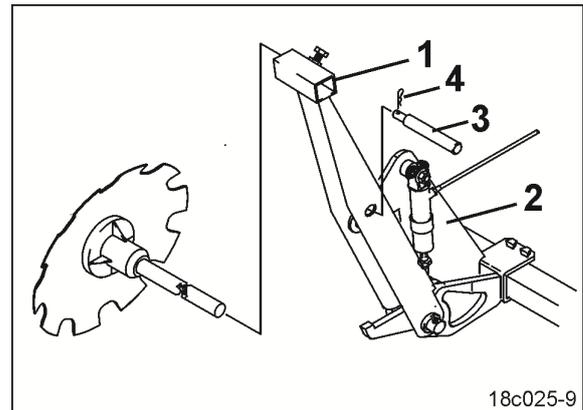

Fig. 203
3. Den Spurscheibenträger (Fig. 203/1) an der Transporthalterung (Fig. 203/2) mit Bolzen (Fig. 203/3) abstecken.
4. Den Bolzen (Fig. 203/3) mit Federsteckern (Fig. 203/4) sichern.